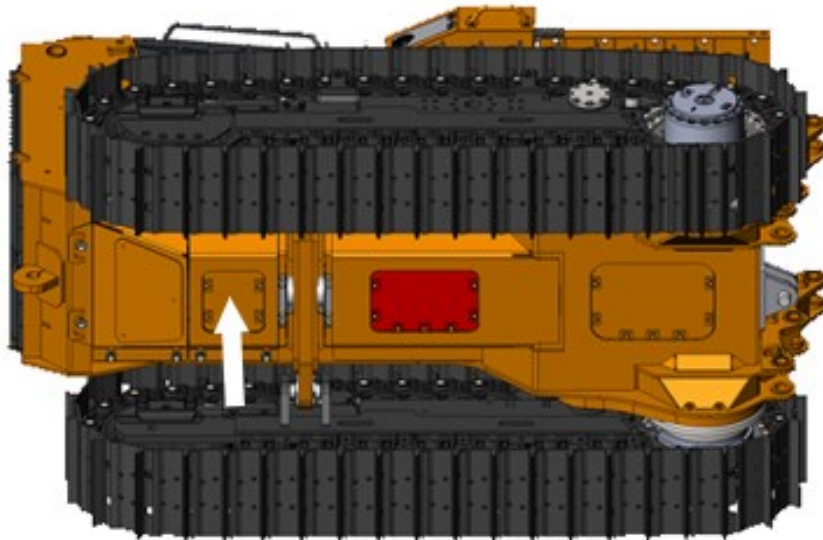

Рисунок 5.25. Съемная крышка передней брони
- ▶ Демонтируйте крышку передней брони рис. 5.25;
- ▶ Смонтировать (установить) переднюю крышку брони рис. 5.25.